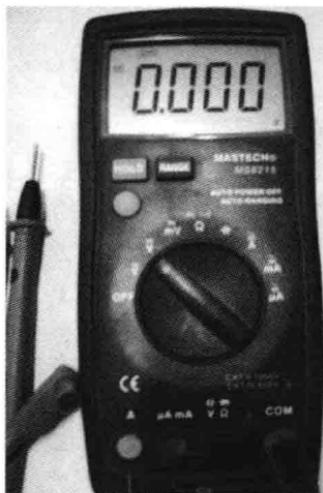

图 5-21 转换开关旋至 DCV 或 DCmV 挡
(1) 将转换开关旋至 DCV 或 DCmV 挡, 如图 5-21 所示。